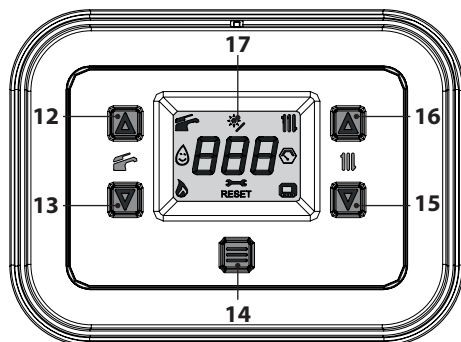
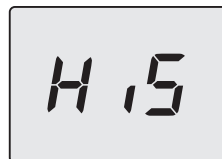
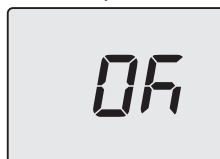

Figura 5.32
Figura 5.33
Figura 5.38
- Entrare in "modalità programmazione" premendo contemporaneamente per 5 secondi i tasti 13 e 15 (Figura 5.32) fino a far apparire sul display LCD le lettere **HiS** che indicano il menu "Storico delle caldaie" (Figura 5.33).
- Premere per 1 sec. il tasto 14 (Figura 5.32) per entrare nel parametro selezionato. Il display visualizzerà quanto segue (Figura 5.36).
- Premendo il tasto 14 (Figura 5.32) si ottiene la conferma del valore inserito. Il display visualizzerà per 5 sec. quanto segue (Figura 5.38) poi, si porterà al livello superiore.
- Premendo contemporaneamente i tasti 13 e 15 (Figura 5.32) si esce senza modificare il valore (ritorno al livello precedente).
- tenere premuti contemporaneamente i tasti 13 e 15 per 5 sec. (Figura 5.32) (ritorno al livello precedente).
Comunque se la temperatura ambiente non dovesse essere confortevole si può aumentare o diminuire la temperatura di mandata dell'impianto riscaldamento di $\pm 15^\circ\text{C}$ agendo sui tasti 15 (diminuzione) e 16 (aumento) (Figura 5.32).